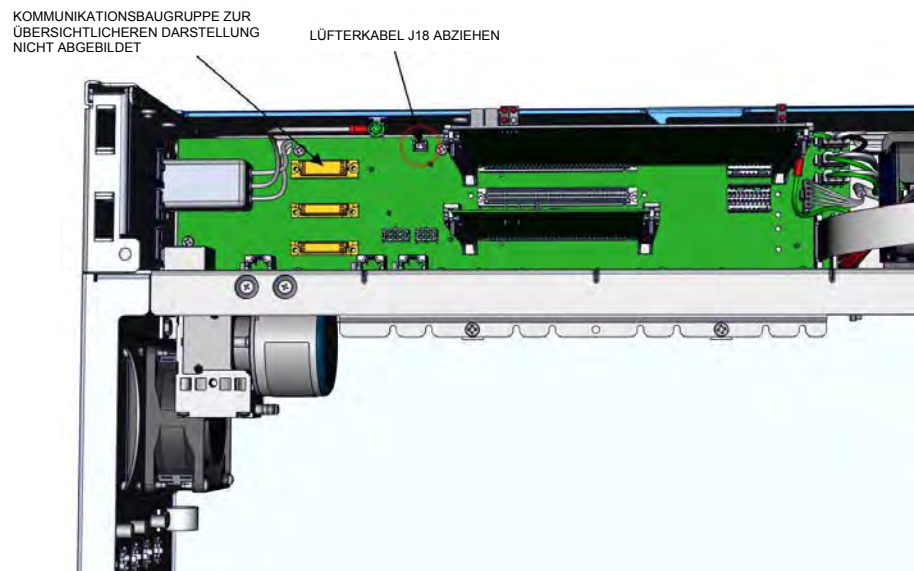

Abbildung 7-9. Trennen des Lüfterkabels
2. Trennen Sie das Lüfterkabel J18 (Abbildung 7-9).